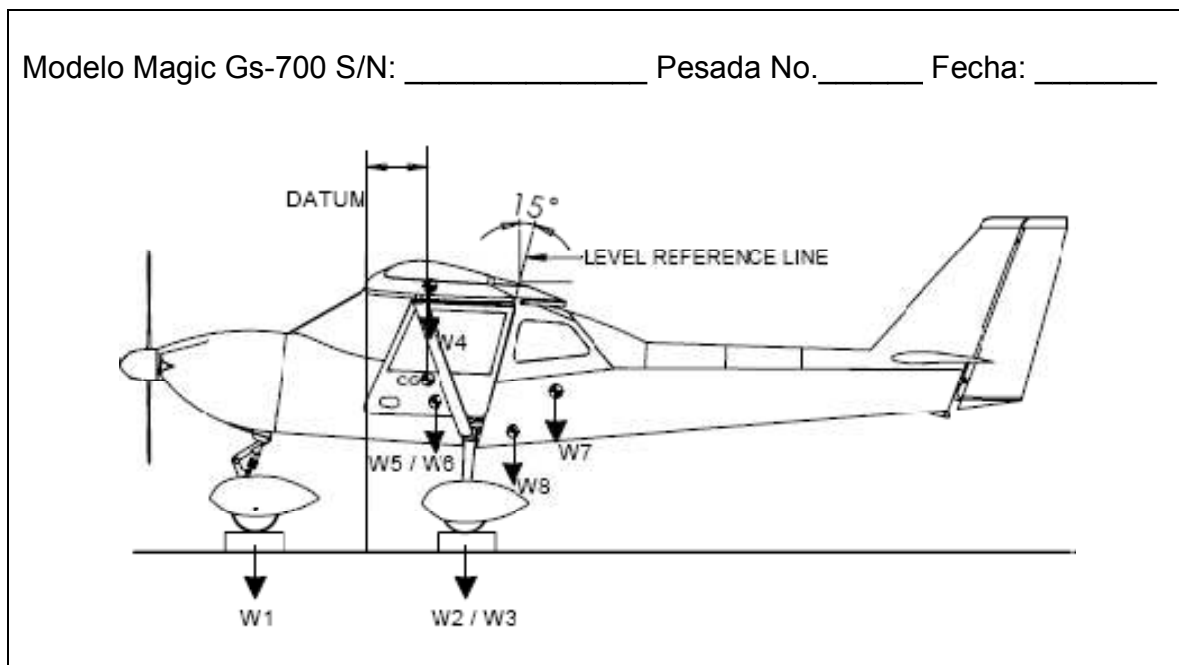

Figura1. Referencia de Nivelación del Magic GS-700.
- Nivelar el avión tomando como referencia los 15° del espaldar cabina (figura1).